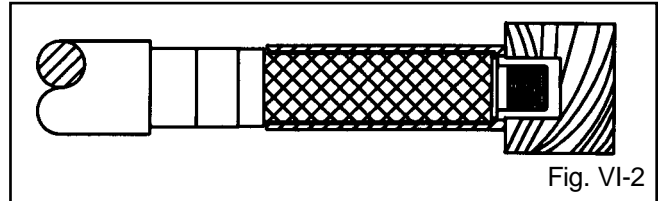

Fig. VI-2
6. A medida que la camisa se enfría, se acortará. Aplique presión ligera para mantener la camisa contra el reborde del eje. Mantenga la presión hasta que la parte del gancho de la camisa se asiente contra el reborde debajo del gancho (Fig. VI-2).